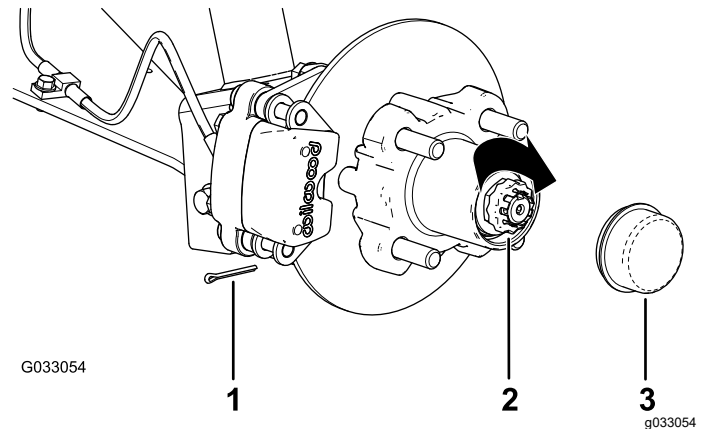

Рисунок 31
- Установите держатель поверх гайки и проверьте совмещение паза в держателе с отверстием в оси под шплинт (Рисунок 31).
- Установите шплинт и загните обе лапки вокруг держателя (Рисунок 31).
- Установите пылезащитную крышку на ступицу (Рисунок 31).